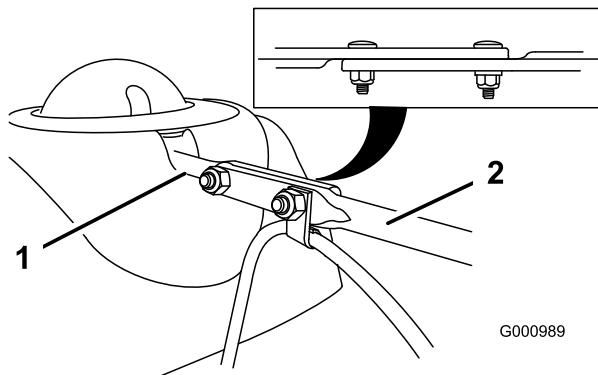

Figure 6
12. Alignez l'extrémité plate de la longue tige d'orientation de l'éjecteur sur l'extrémité plate de la tige courte qui part du panneau de commande de façon à les engager l'une dans l'autre (Figure 6).